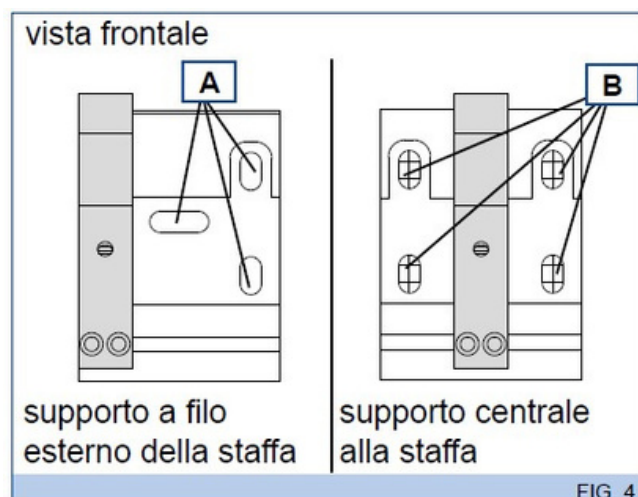
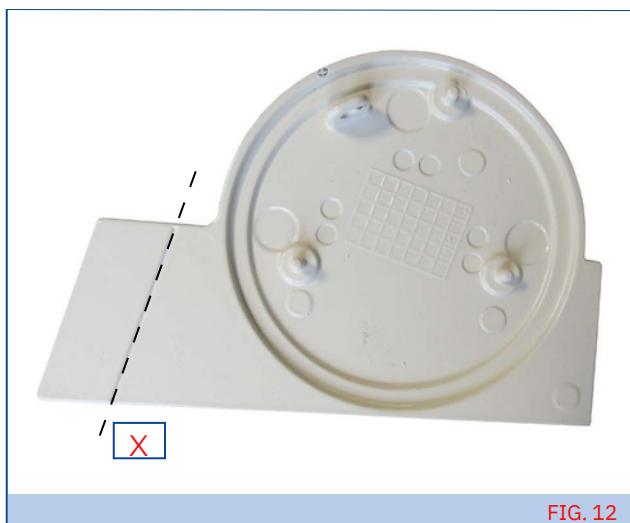

FIG. 4
FIG. 12
E' consigliabile posizionarlo a filo esterno (vedi FIG.4 e 5).
Nel caso in cui la tenda venga installata con il supporto al centro della staffa (vedi FIG.4 e FIG.5 pag.11), tranciare la cuffia nel punto (X) FIG.12.